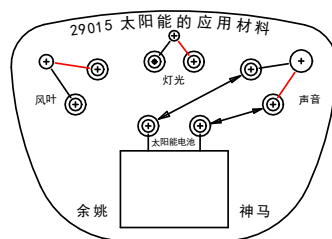

图3：太阳能发电驱动蜂鸣器发声
3. 如图 3 所示：用插接线将太阳能电池板的正负电极与蜂鸣器（声音）的正负电极对应相连接，将太阳能电池板正对太阳光或白炽灯光，风鸣器会发出声音。